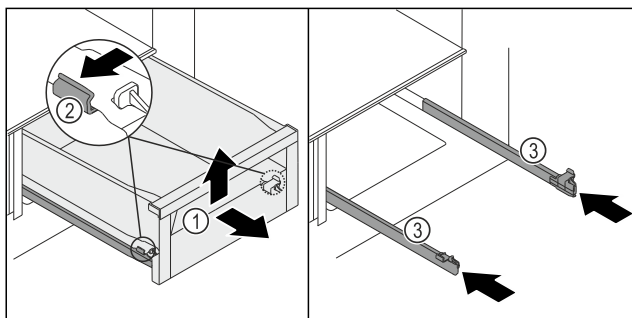

Fig. 210
- Wysunąć szufladę Fig. 210 (1) do oporu.
- Zacisk Fig. 210 (2) wcisnąć po lewej i prawej stronie na szynach równomiernie na zewnątrz.
- Szuflada Fig. 210 (1) zostaje zwolniona z szyn.
- Szufladę Fig. 210 (1) należy unieść w przód.
- Szufladę Fig. 210 (1) należy wyjąć w przód.
- Wsunąć szyny Fig. 210 (3).